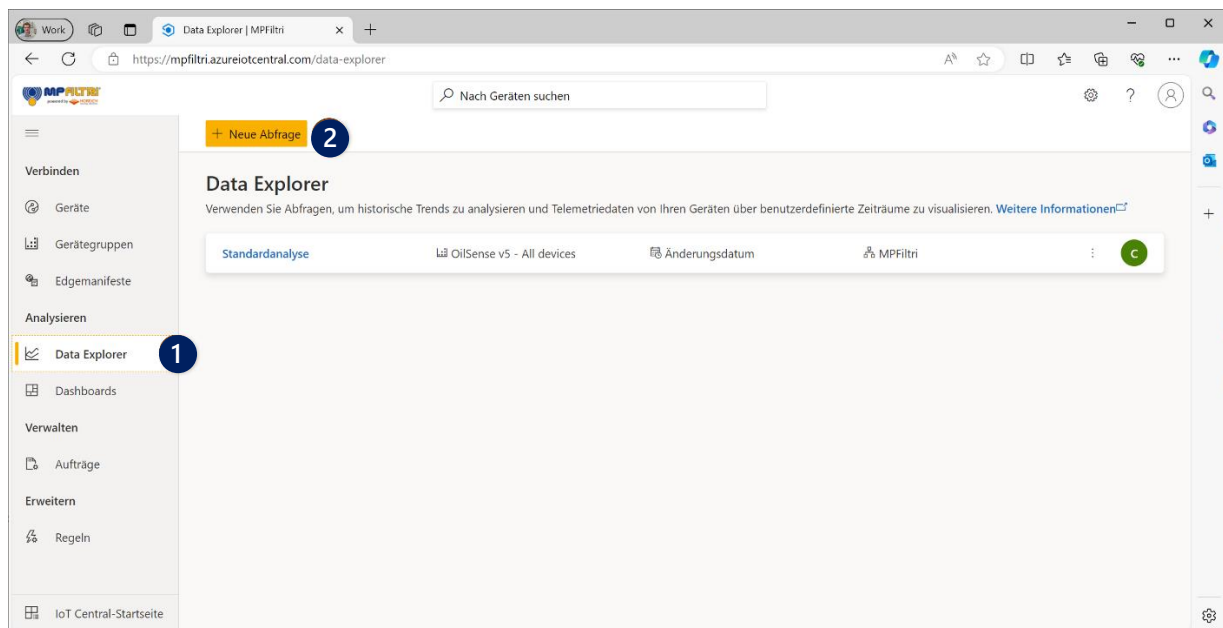
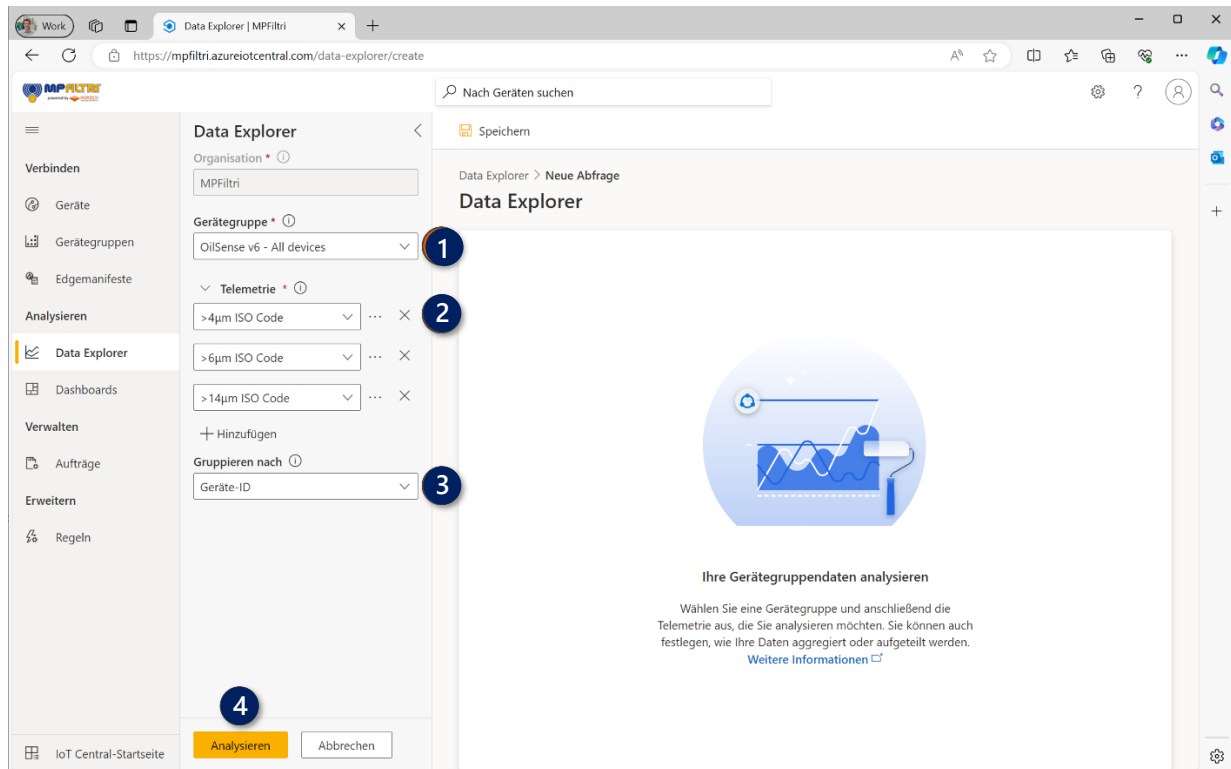

Abbildung 18: Übersicht über den Data Explorer der Web-Applikation MP Smart Fluid
Abbildung 19: Anlegen einer neuen Analyse in der Web-Applikation MP Smart Fluid
Mit Hilfe des *Data Explorer* (1) lassen sich Messdaten über einen Zeitraum von maximal 30 Tagen grafisch analysieren (siehe Abbildung 18) und – sofern vorhanden – mit Messwerten aus hinterlegten *MP Fluid Analytics* Laboranalysen korrelieren. Zum Erstellen einer Analyse klicken Sie nach Auswahl des *Data Explorer* (1) auf die Schaltfläche „+*Neue Abfrage* (2)“. Es öffnet sich anschließend ein neues Untermenü wie in Abbildung 19 dargestellt.